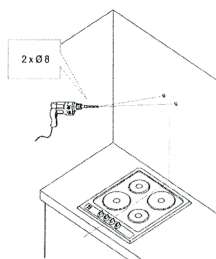
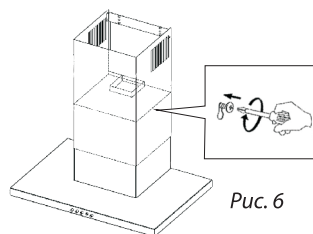

Рис. 5
Рис. 6
- Сделайте отверстия в помеченных местах с помощью сверла, соответствующего диаметру прилагаемых дюбелей с шурупами (рис. 5)
После монтажа винтов в стену (рис. 5), затяните корпус вытяжки (рис. 6).
- Сделайте отверстия в стене с помощью сверла, соответствующего диаметру дюбеля (рис. 6). Прикрепите кронштейн на выбранной высоте.